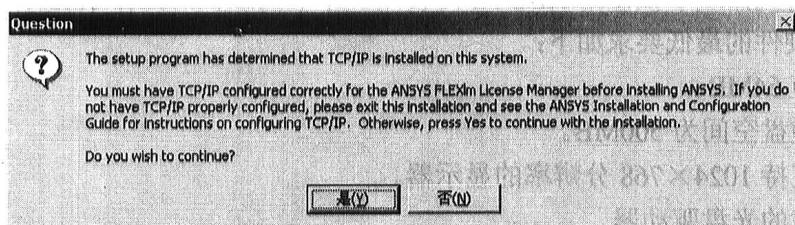

图 1-3 TCP/IP 协议询问对话框
(4) 安装向导安装完成以后，会出现一个询问 TCP/IP 协议配置的对话框(见图 1-3)，采用 Windows 2000 的默认配置即可。单击“是 (Y)”按钮，进入下一步。